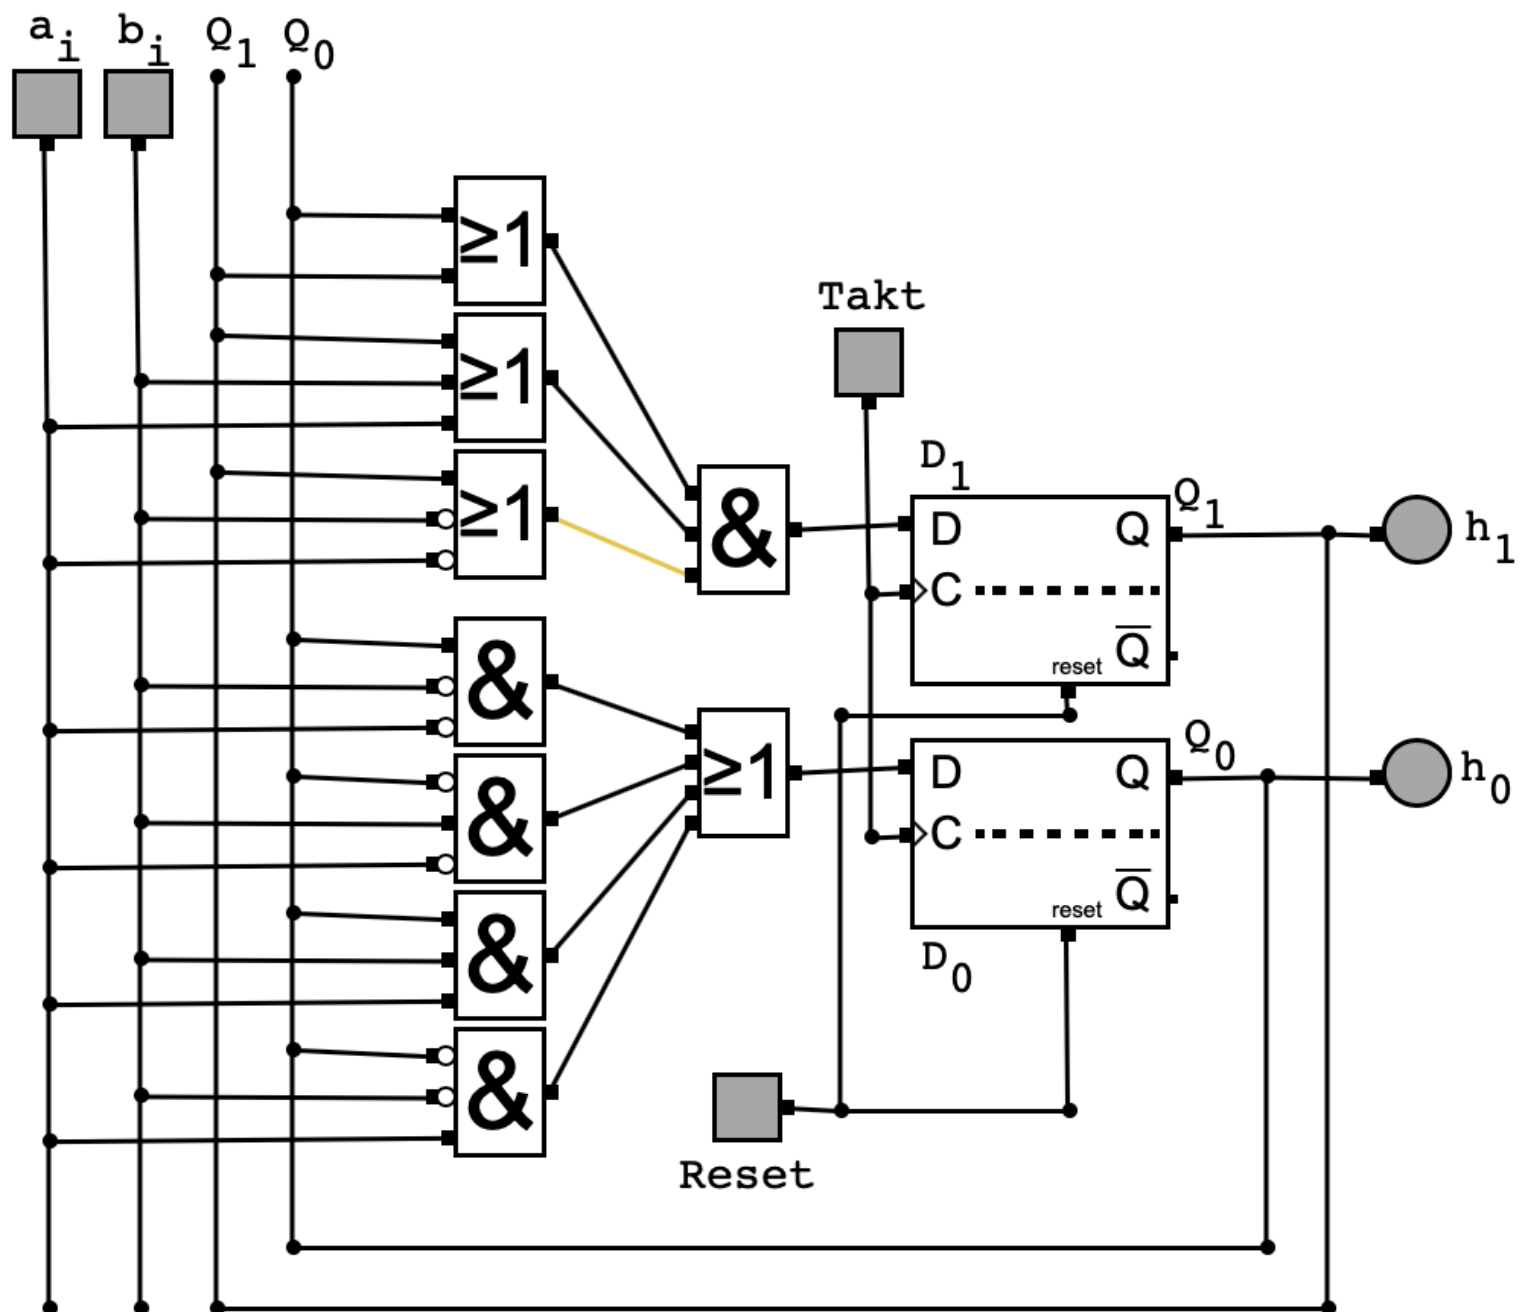

Abbildung 1: Schaltwerk
- a) Betrachten Sie für diese Teilaufgabe das in Abbildung 1 dargestellte Schaltwerk, dessen Startzustand der Zustand 0 ( $Q_1Q_0=00$ ) ist, und beantworten Sie die nachfolgenden Fragen.